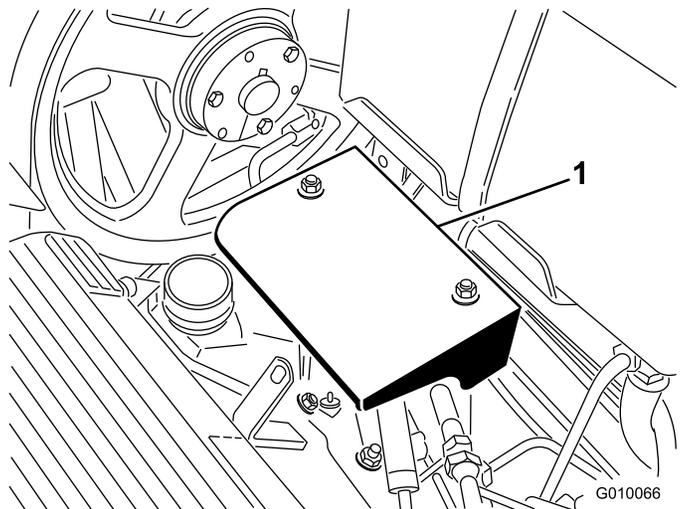

图56
2. 拆下 2 个泵护罩安装螺母取下护罩 图56。
2. 拆下 2 个泵护罩安装螺栓取下护罩 图56。